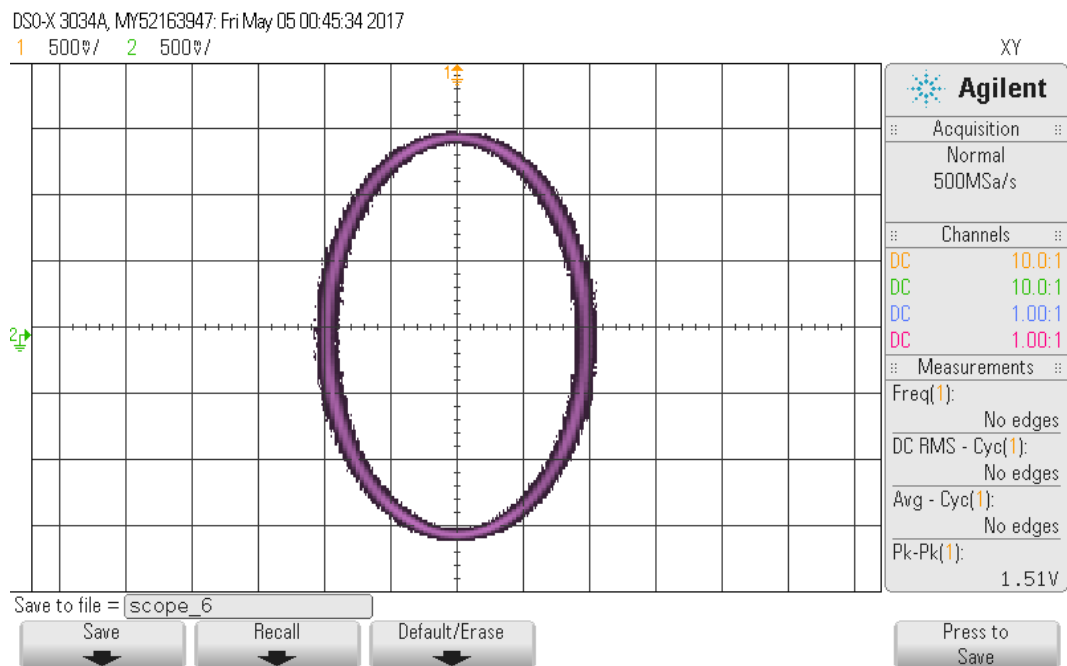

Figure 16: Oszilloskop X/Y-Betrieb bei Frequenz 300Hz
- Die Frequenz wird am Funktionsgenerator verringert ( $300\text{Hz}$ ) und am Oszilloskop entsteht eine in Y-Richtung gestreckte Ellipse (Abbildung 16).